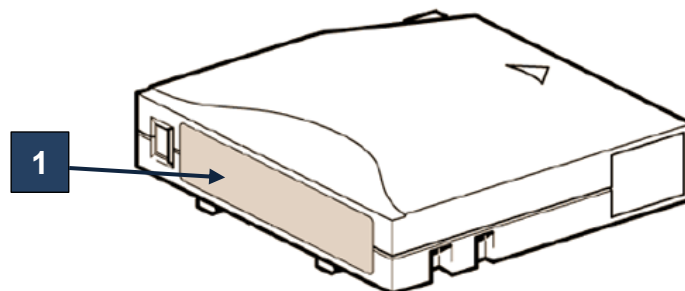

図 7: メディアへのラベルの貼り付け
- ラベルは、次の図に示す位置に貼ってください。（図 7 の 1 を参照）